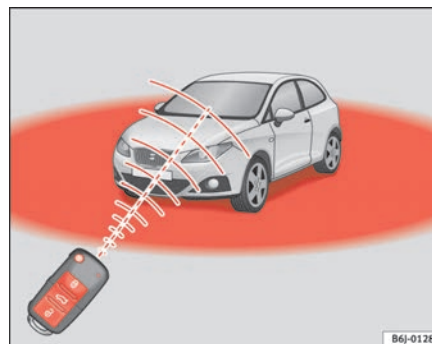

Fig. 43 Radio de acción del mando a distancia por radiofrecuencia
Además, el testigo de la pila de la llave ⇒ fig. 43, parpadea.
- El mando a distancia por radiofrecuencia funciona únicamente dentro de su radio de acción ⇒ página 82, fig. 43.